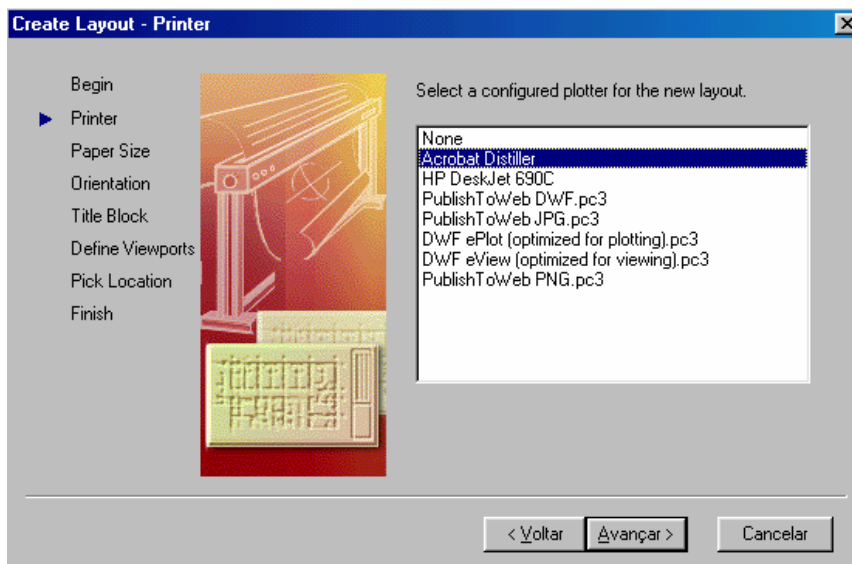

Figura 10.8 – Escolha o plotter ou impressora que irá imprimir o seu desenho
3. Escolha a impressora ou plotter para impressão do seu desenho ou projeto. Para efeitos de definição do novo LAYOUT essa consideração não é altamente importante. Assim, se tiver dúvida, escolha qualquer opção que tenha extensão pc3 (figura 10.8). Clique em seguida na opção AVANÇAR.